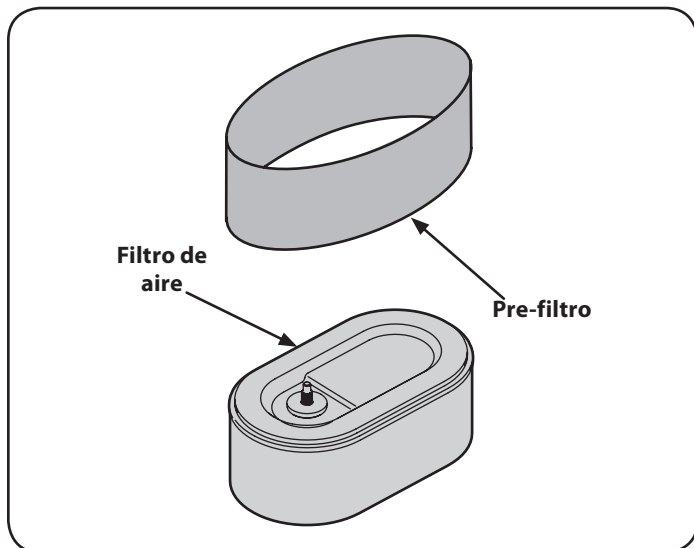

Figura 32
4. Retire el prefiltro de espuma de alrededor del filtro de aire de papel. Vea la Figura 32. Reemplace el elemento de papel si está sucio o dañado. Limpie el elemento de espuma o reemplácelo si está dañado.